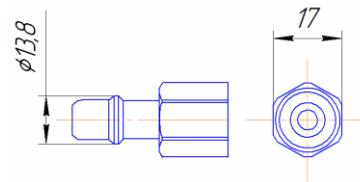

Рис.5 Геометрические размеры и форма входного штуцера на кислород
4.3 Геометрические формы штуцеров для соединения с СКБ приведены на рис. 5.